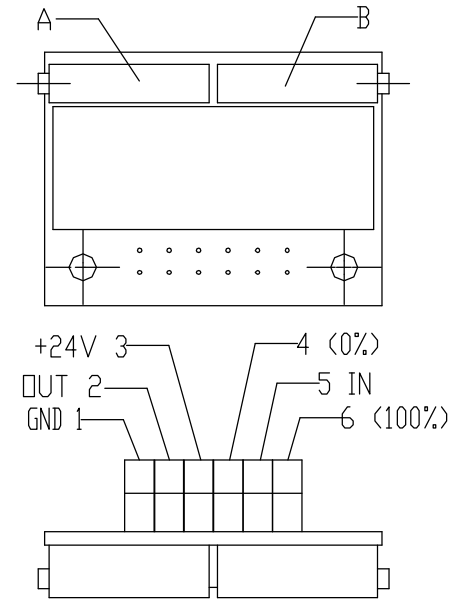

Рис.7
4.3.2 EPV - 3-проводниковое включение (рис.7)
- Установте датчик сопротивления на основании инструкций в предыдущей главе так, что величину сопротивления измеряйте на клеммах 0%-100% (рис.7) (*употреблен датчик с сопротивлением 2000Ω или 100Ω*).
- Поворачиванием устанавливающего триммера А (рис.7) установите мин. величину выходного сигнала тока для положения "закрыто", измеряемого на клеммах 81-82.
- Поворачиванием устанавливающего триммера В (рис.7) установите макс. величину выходного сигнала для положения "закрыто" измеряемого на клеммах 81-82 .